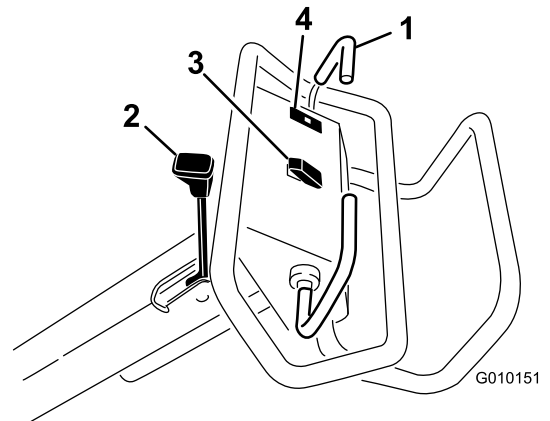

图 13
要向前移动请向前移动牵引把手。要向后移动请向后移动牵引把手 图 13。
- 要设定手刹请向操作员把手的方向移动手刹杆 图 13。
发动机油压低于安全水平时油压警告灯图 13 会亮起。如果出现低油压情况应关闭发动机并确定原因。再次启动发动机之前必须先修理好任何损坏的地方。
升——按开关的顶部图 13 可升起并分离打孔头。发动机必须运行才能产生提升压力。如果打孔头低于运输高度请参阅 重设系统控制电路 \(页码 23\)。
降/接合——按开关的底部图 13 可降下并接合打孔头。要使用开关牵引把手必须处于向前的位置。